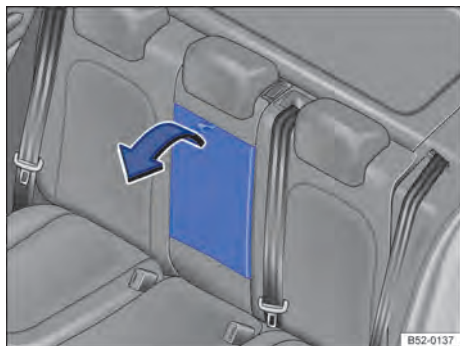

Fig. 105 Reposabrazos central trasero
- Para *bajar* el reposabrazos, tire del lazo en el sentido de la flecha → fig. 105.
- Para *levantar* el reposabrazos, presiónelo hacia arriba en el sentido contrario al de la flecha → fig. 105 y encájelo en el respaldo del asiento hasta el tope.